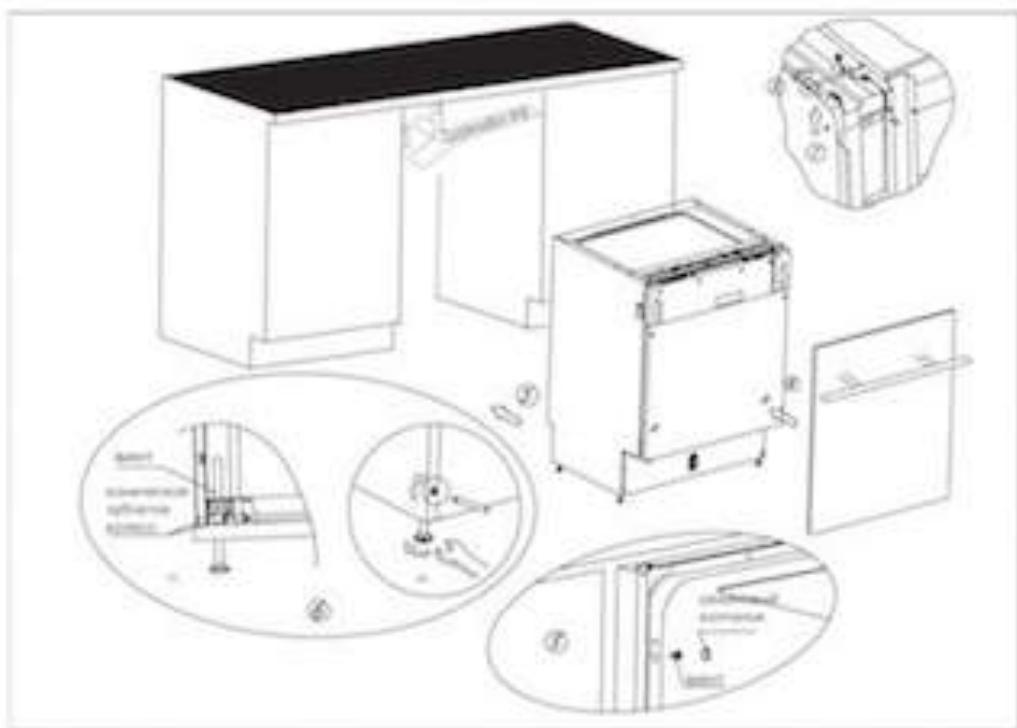

Рис. 7. Последовательность установки посудомоечной машины
1. Используя скобы, прикрепите декоративную дверцу от вашей мебели к дверце машины (см. п. 1 на рис. 7).
стрелки для того, чтобы ослабить пружины дверцы. Невыполнение данной операции может привести к повреждению посудомоечной машины (см. п. 2 на рис. 7).
6. Поместите посудомоечную машину на направляющие (см. п. 4 на рис. 7).
9. Выровняйте машину. Задние ножки можно регулировать винтами, расположенными спереди (см. п. 6а на рис. 7). С помощью ключа отрегулируйте передние ножки (см. п. 6в на рис. 7).
- A. Если у Вас столешница из дерева или ДСП, прикрутите машину к ней шурупами по дереву, будьте осторожны, вес машины может вырвать шурупы из дерева (см. п. 7 на рис. 7).
- B. Если у Вас мраморная или гранитная столешница используйте скобы, чтобы прикрепить машину к стенам соседней мебели, при этом необходимо закрыть винты резиновыми шляпками, чтобы не повредить столешницу (см. п. 8 на рис. 7).